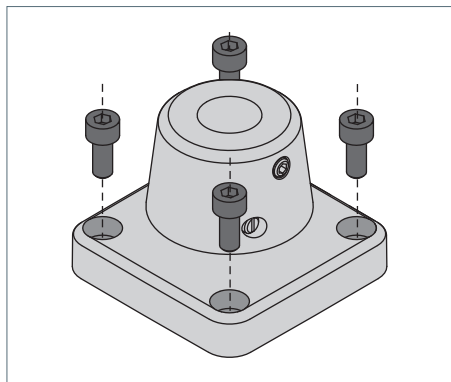

Fig. 1: Elemento di fissaggio.
- ▶ Avvitare l'elemento di fissaggio mediante quattro viti appropriate alla superficie di montaggio, vedi Fig. 1.